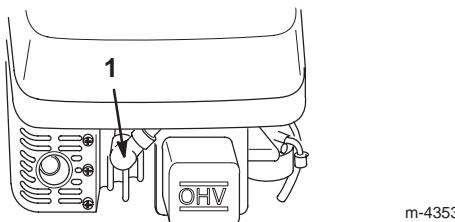

Figure 7
1. Branchez la bougie (Fig. 7).
3. Débranchez la bougie (Fig. 7).